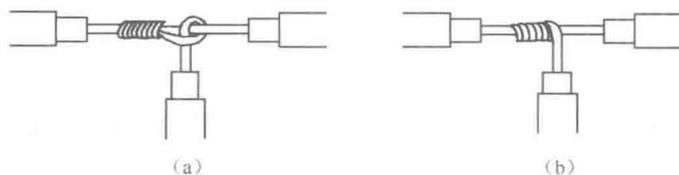

图 1.13 单股铜线的 T 字形连接
(2) 单股铜线的 T 字形连接
① 如果导线直径较小,可按图 1.13(a) 所示方法绕制成结状,然后再把支路芯线线头拉紧扳直,紧密地缠绕 6~8 圈后,剪去多余芯线,并钳平毛刺。
② 如果导线直径较大,先将支路芯线的线头与干线芯线做十字相交,使支路芯线根部留出约 3~5mm,然后缠绕支路芯线,缠绕 6~8 圈后,用钢丝钳切去余下的芯线,并钳平芯线末端,如图 1.13(b) 所示。